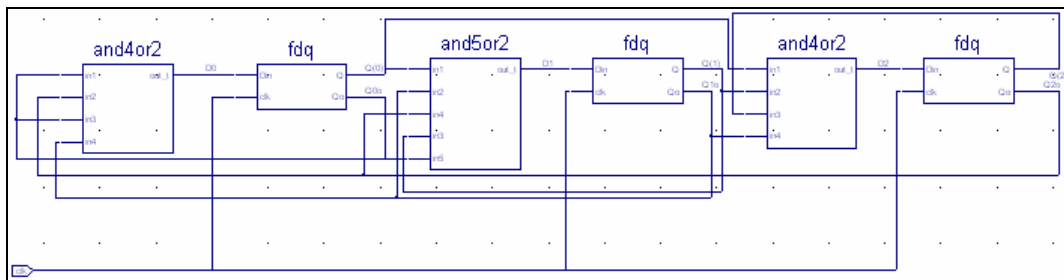

图2-68 模 7 同步加法器计数器原理图
- (2) 按照图 2-68 所示绘制模 7 同步加法器计数器的原理图，绘制方法参照第 1 步中的步骤 (2) ~ (5)。详细原理图参见本书附盘中的文件。